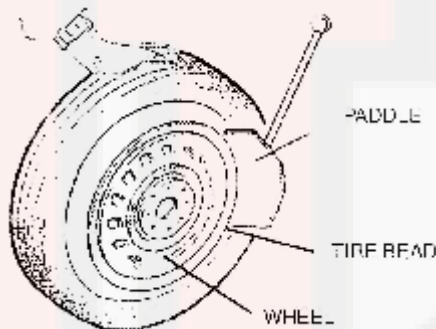

Рис.5
3) Отведите лопату отжима покрышки наружу вручную. Установите колесо напротив резинового буфера. Подведите лопату к покрышке на расстоянии 10 мм от края обода (см. рис. 5).